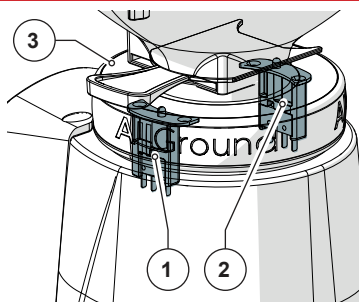

Abb. 7
• **Nr. 2 Mikroschalter zur Positionserfassung des Stellrings (Abb. 7)**